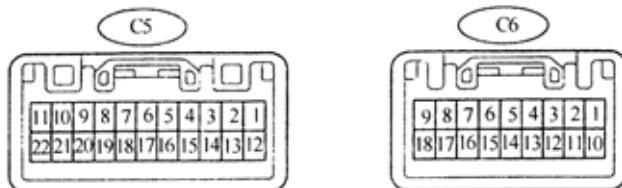

图 9-64
1) 模拟仪表 ECU 端子 , 如图 9-64、表 9-27 所示。